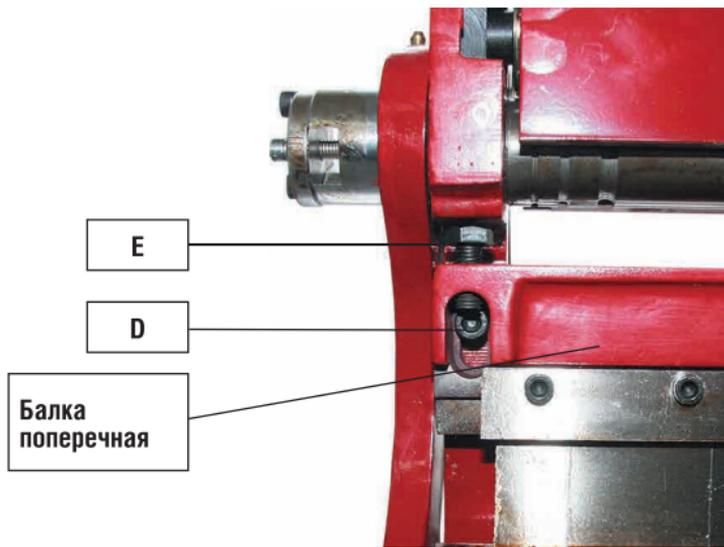

Рисунок 7 – Регулировка для гибки 90°
1. Немного ослабьте зажимные винты (D, рис.7).
2. Поверните регулировочные гайки гибочной шины (E, рис. 7), расположенные с каждой стороны шины, пока тестовый изгиб не будет показывать 90° с каждой стороны шины.
3. Затяните зажимные винты (D, рис. 7).